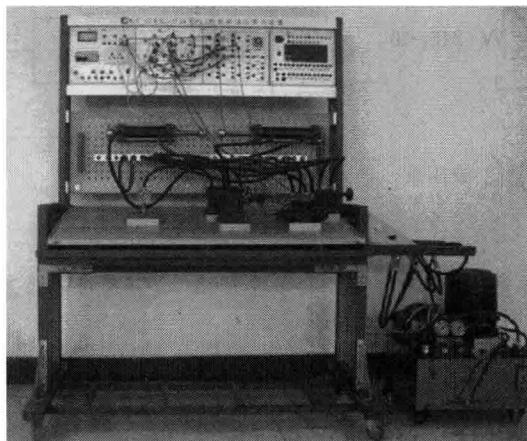

图 1-6 液压实训台
- (1) 该任务在实训室的液压实训台上进行，如图 1-6 所示。